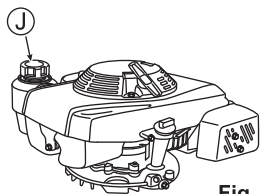

Fig. 9
1. Abra a tampa do tanque de combustível (J) e abasteça com gasolina. Limpe se derramar gasolina, seque imediatamente com um pano. (Veja a fig. 9)
2. Feche firmemente a tampa do tanque de combustível (J) depois do reabastecimento.